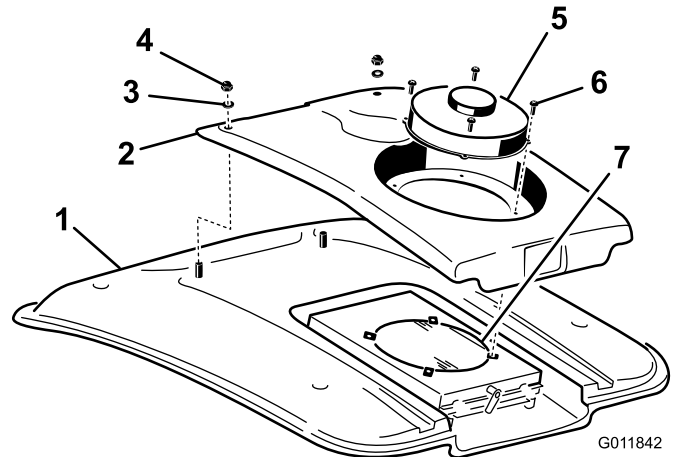

図 73
2. ファンとコンデンサカバーをファンマウントに固定しているネジ4本を取る 図 73。
4. コンデンサカバーの前部をキャブの屋根に固定しているナット2個とワッシャを外す 図 73。
8. スクリーンを圧縮空気ですていねいに洗浄する 図 73。